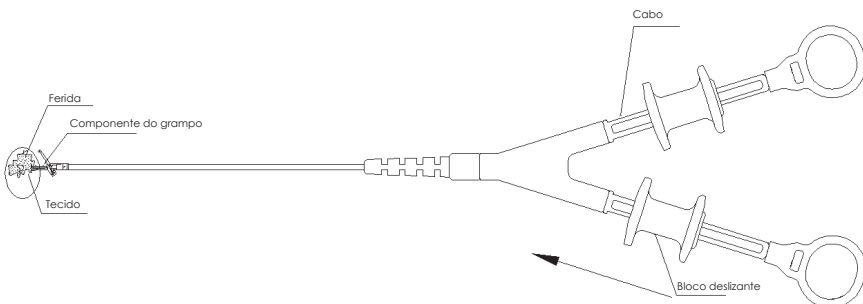
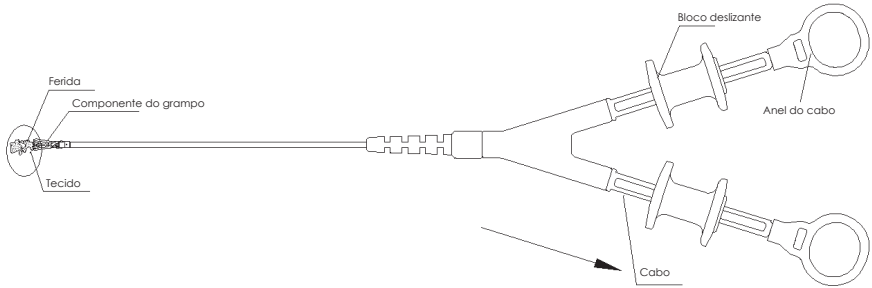

Fig 6 Abra o outro grampo
Fig 7 Pinçamento
6. De acordo com o terceiro passo, opere o bloco deslizante do segundo cabo para abrir o grampo do lado correspondente (como mostrado na Fig 6); depois, conforme o quarto passo, conclua o pinçamento do grampo no tecido (como mostrado na Fig 7).